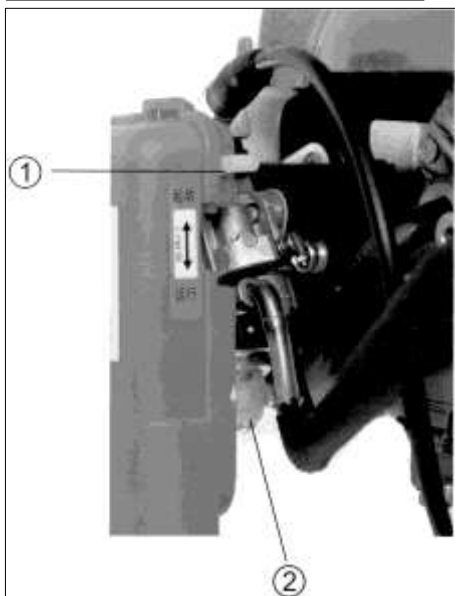

Рис. 5.
1.1 Нажимайте кнопку топливной подкачки (Рис.5, п.2) до тех пор, пока топливо/масло не заполнит прозрачный трубопровод.
1.2 Поставьте ручку заслонки воздухозаборника на выходе из воздушного фильтра (Рис.5, п.1) в верхнее - закрытое положение. Если двигатель горячий, можно ставить ручку воздушной заслонки в нижнее - открытое положение.
Во время запуска, Вы можете почувствовать чрезмерный запах бензина, что указывает на излишний бензин в системе, это может привести к затруднению запуска двигателя и к демонтажу свечи зажигания. В этом случае, откройте дверцу воздушной заслонки (Рис.5, п.1), чтобы потянуть ручную ручку пять-шесть раз, затем перепакуйте свечу зажигания и повторите запуск.